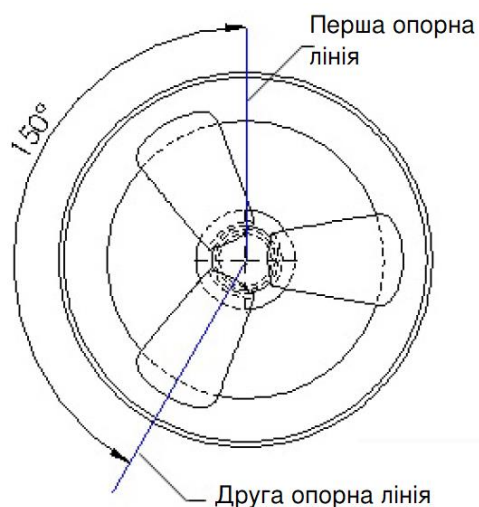

Рисунок 11.6 – Опорні лінії після встановлення значення кута у 150 градусів
4. Перемістіть курсор вертикально вгору і клацніть, щоб зазначити другу точку, коли з'явиться символ вертикального вирівнювання. Як тільки буде вказано другу точку, створиться перша опорна лінія суміщеної лінії розрізу (рис. 11.6).
5. Клацніть, щоб зазначити другу опорну лінію (рис. 11.6).
7. Виберіть інструмент **Smart Dimension** (Швидкий розмір) у **Sketch CommandManager** і задайте кут між двома опорними лініями рівним  $150^\circ$ . Рисунок 11.6 показує опорні лінії після встановлення кута у  $150^\circ$  градусів.